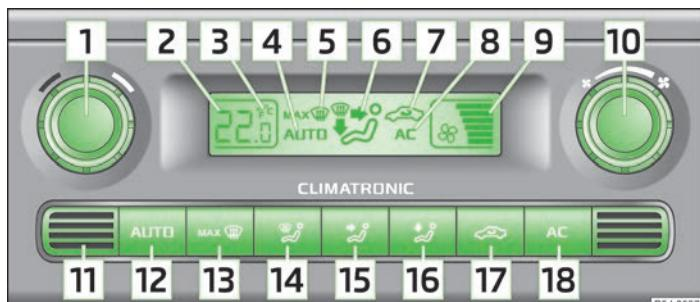

Fig. 80 Climatronic: Elementos de mando
- **[AC]** » fig. 80 de la página 77 conectado.
- Pulsar la tecla **[AUTO]** » fig. 80 de la página 77.
Pulsar y mantener pulsadas al mismo tiempo las teclas **[AUTO]** y **[AC]** » fig. 80 de la página 77. En el display aparecerán los datos en la unidad de medida deseada de la temperatura.
En la parte inferior del aparato se ubica el sensor de la temperatura del habitáculo **[11]** » fig. 80. No cubrir con adhesivos ni tapar el sensor; de lo contrario, esto podría influir negativamente sobre el Climatronic.
- Pulsar la tecla **AUTO** **[12]** » fig. 80 de la página 77, en la pantalla se visualiza **AUTO**.
- Despues de conectar el encendido, se puede ajustar la temperatura interior deseada con el regulador giratorio **[1]** » fig. 80 de la página 77.
- Pulsar la tecla  **[17]** » fig. 80 de la página 77, en la pantalla se muestra el símbolo .
- Pulsar de nuevo la tecla  **[17]** » fig. 80 de la página 77, el símbolo
- Girar el regulador giratorio **10** » fig. 80 de la página 77 hacia la izquierda (disminuir el número de revoluciones del ventilador) o hacia la derecha (aumentar el número de revoluciones del ventilador).
- Pulsar la tecla  **13** » fig. 80 de la página 77.
- Pulsar de nuevo  **13** » fig. 80 de la página 77 o **AUTO**.